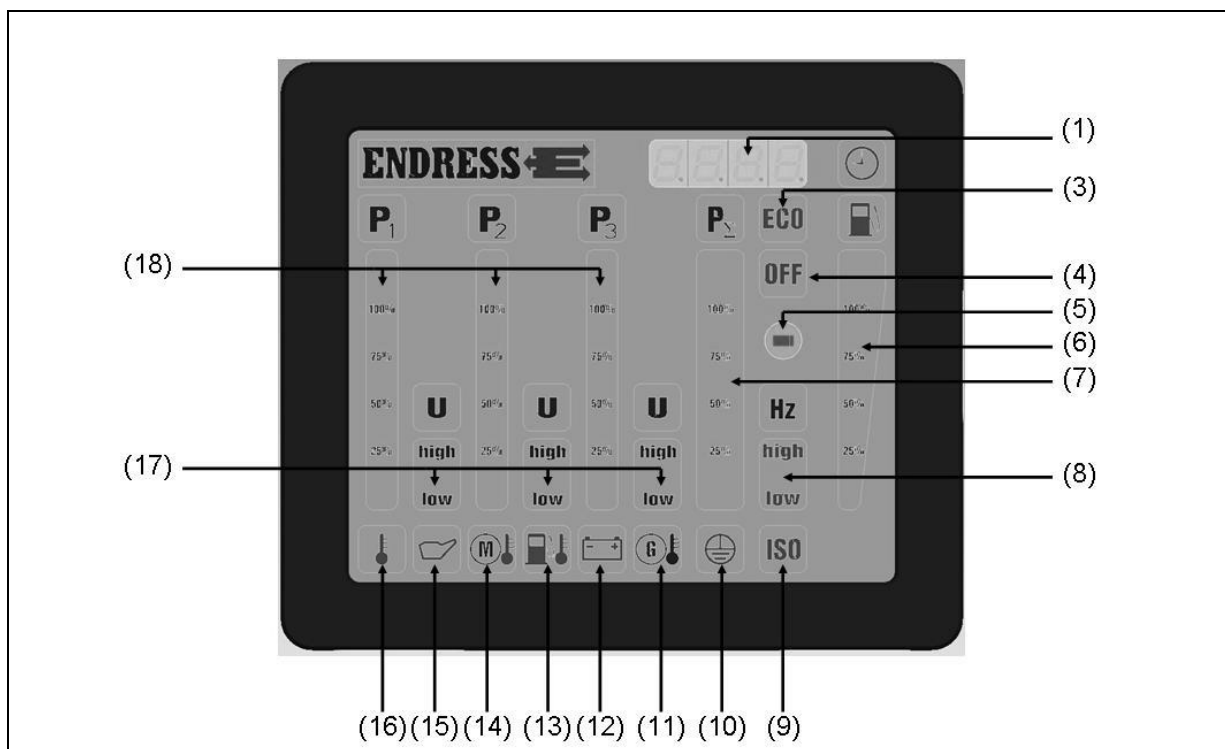

Abb. 5-5: Multifunktionsdisplay
**Betriebsstunden:** Anzeige (siehe Abb. 5-5-(1)) ist bei laufendem Gerät oder für 3 Sekunden aktiv, wenn START-STOP-Schalter in Pos. „Betrieb“ steht.
**Umgebungstemperatur:** (siehe Abb. 5-5-(16)) nicht aktiv.
- Öldruck:** Leuchtet die Anzeige (*siehe Abb. 5-5-(15)*) bei laufendem Gerät rot, ist der Öldruck zu gering und das Gerät schaltet automatisch ab.
- Motortemperatur:** (*siehe Abb. 5-5-(14) nicht aktiv*).
- Kraftstofftemperatur:** (*siehe Abb. 5-5-(13) nicht aktiv*).
- Batterieladekontrolle:** Leuchtet die Anzeige (*siehe Abb. 5-5-(12)*) rot ist die Ladefunktion der Lichtmaschine ausgefallen.
- Isolationsüberwachung:** Leuchtet die Anzeige (*siehe Abb. 5-5-(9)*) gelb oder rot, so liegt ein Isolationsfehler vor.
- Schutzleiterprüfung:** Leuchtet die Anzeige (*siehe Abb. 5-5-(10)*) während der Schutzleiterprüfung grün so sind die Schutzleiter der angeschlossenen Geräte in Ordnung. Ist die Schutzleiterfunktion nicht gewährt, bleibt die Anzeige aus.
- Frequenz:** Leuchtet die Anzeige (*siehe Abb. 5-5-(8)*) grün, befindet sich die Frequenz im korrekten Bereich (47,5-52,5 Hz).
- Phasen L1-L2-L3:** Für einzelnen Phasen L1 bis L3 (*siehe Abb. 5-5-(18)*) wird jeweils einzeln angezeigt:
- Spannung (U) (*siehe Abb. 5-5-(17)*):
- Belastung (P) (*siehe Abb. 5-5-(18)*):